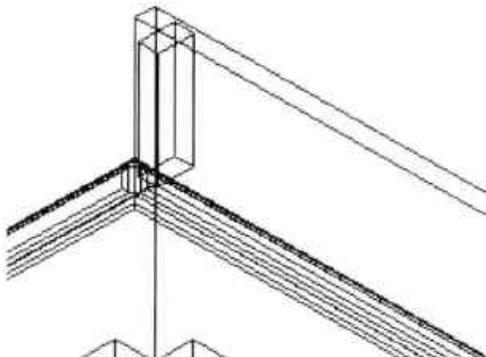

图14-65 绘制长方体
**Step12** 执行“长方体”命令，绘制长 90mm、宽 50mm、高 300mm 的长方体，放置在床靠板中，如图 14-65 所示。